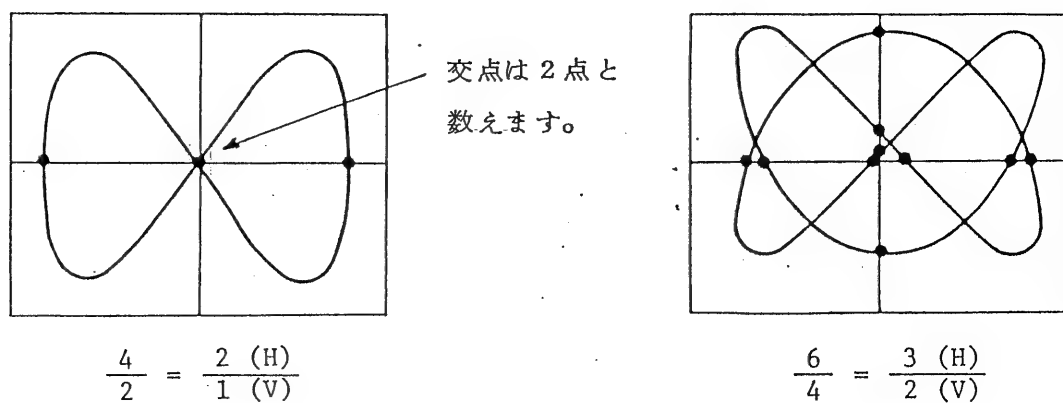

図5-5
- リサージュ図形による周波数の測定(図5-5、5-6参照)
次に、信号発生器の周波数を変化し、図5-5のように図形が静止するところを探します。この時の図形から未知の周波数を下式により求めることができます。